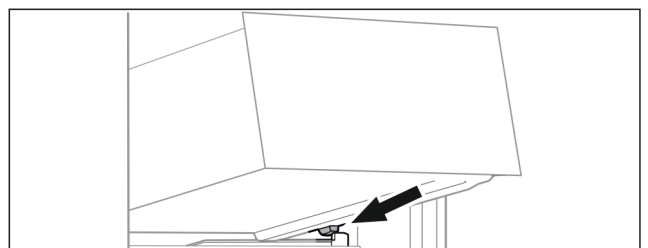

Fig. 71
- ▶ Applicare il cassetto inclinandolo dietro i fermi sulla nervatura del contenitore. (vedere Fig. 71)